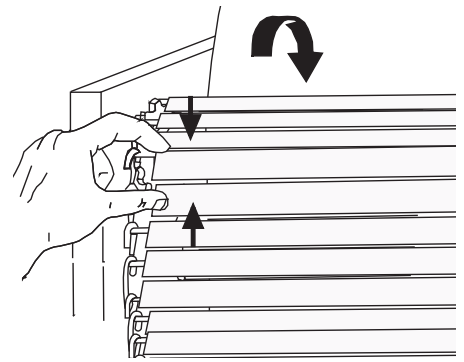

Figura 4. Remova o elo da correia
8. Desconecte a correia da esteira transportadora apertando os dois elos e desconectando as duas extremidades de um elo (Figura 4). Alicates de bico fino podem ser utilizados.